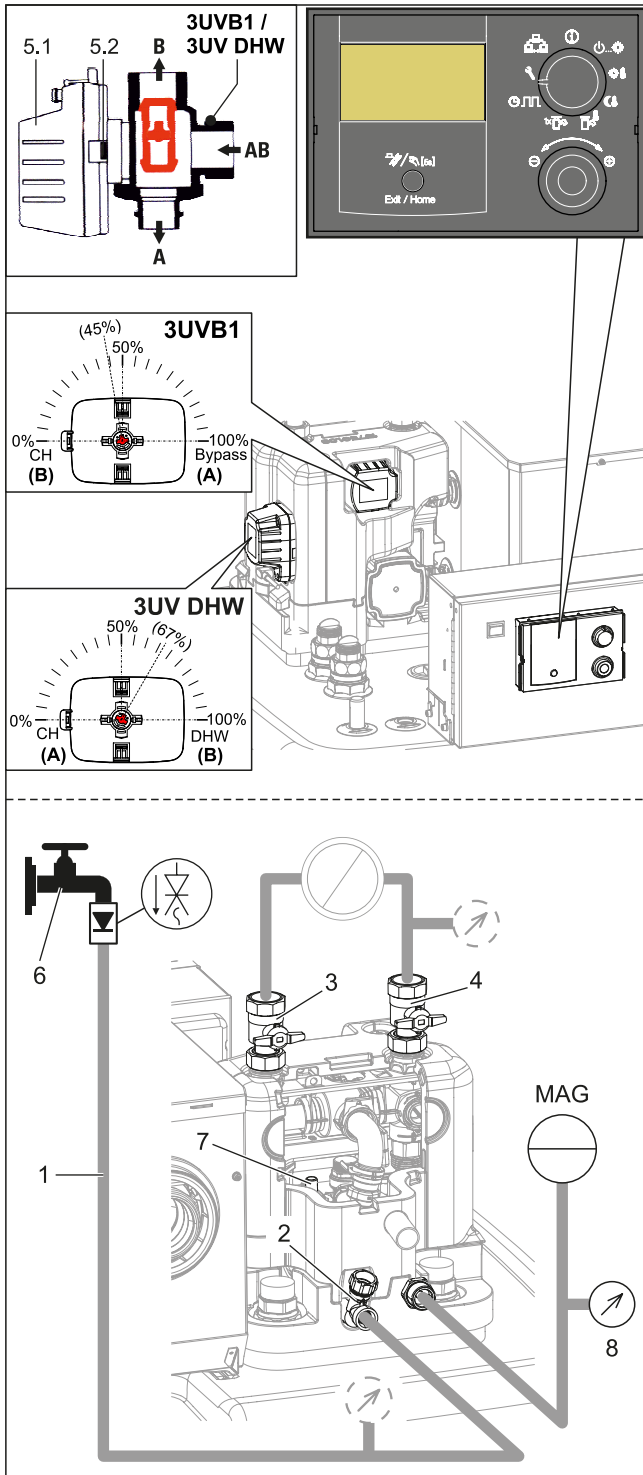

Fig. 9-7 Llenar el circuito de carga de calefacción y de acumulación (representado en GCU compact 5xx)
- 1 Conectar la manguera de llenado (Fig. 9-7, pos. 1) con bloqueador de reflujo y un manómetro externo⁽²⁰⁾ (por parte del cliente) al grifo KFE (Fig. 9-7, pos. 2) y asegurarla con una abrazadora para evitar que se deslice.
- 3 Abrir el grifo de agua (Fig. 9-7, pos. 6) de la tubería de entrada.
- 4 Abrir el grifo KFE (Fig. 9-7, pos. 2) y observar el manómetro (Fig. 9-7, pos. 8).
- 6 Cerrar el grifo KFE (Fig. 9-7, pos. 2).
- 8 Cerrar el grifo de agua (Fig. 9-7, pos. 6) de la tubería de entrada.
- 9 Separar la manguera de llenado (Fig. 9-7, pos. 1) con bloqueador de reflujo del grifo KFE (Fig. 9-7, pos. 2).